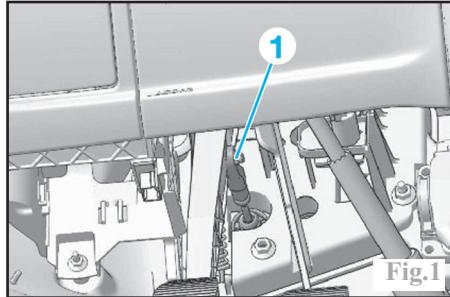

Fig.1
- La tige de poussée de la commande d'embrayage (1) (Fig.1).